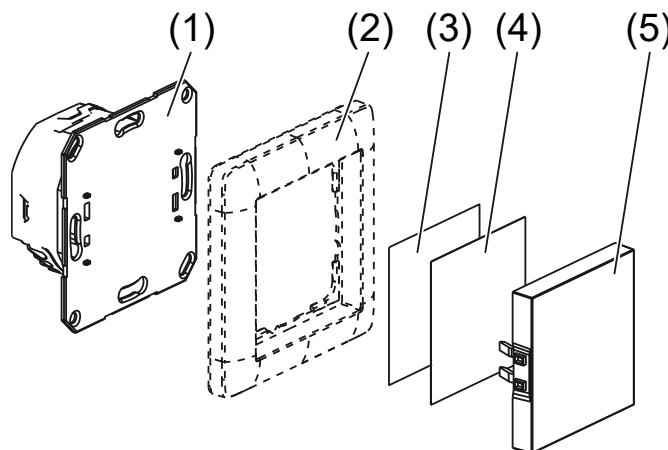
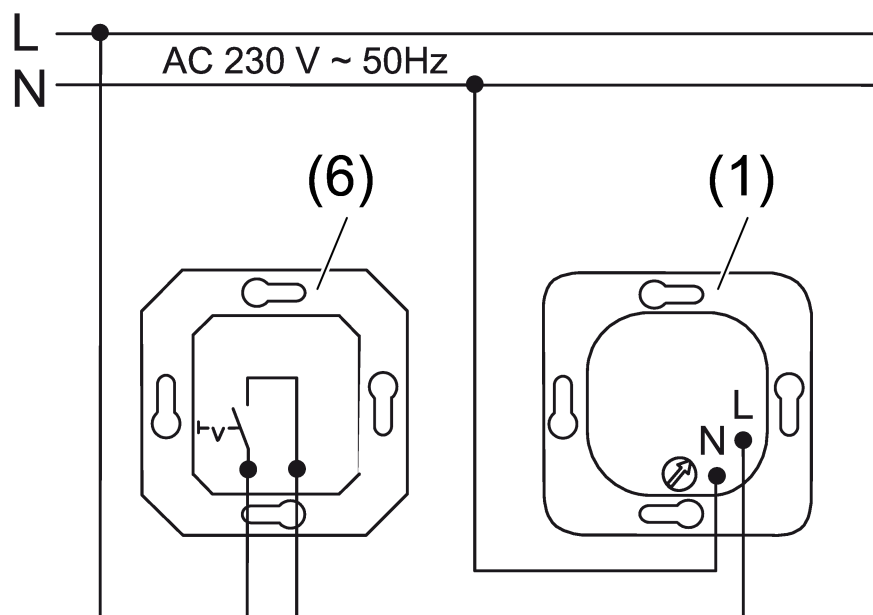

Bild 1: Geräteaufbau
Bild 2: Anschlussbeispiel
- (1) Unterputzeinsatz, Leuchte
- (6) Schalter
- Unterputzeinsatz (1) gemäß Anschlussbeispiel (siehe Bild 2) anschließen.
- Unterputzeinsatz (1) in Gerätedose montieren. Die Anschlussklemmen müssen unten liegen.
- Leuchte komplettieren (siehe Bild 1)